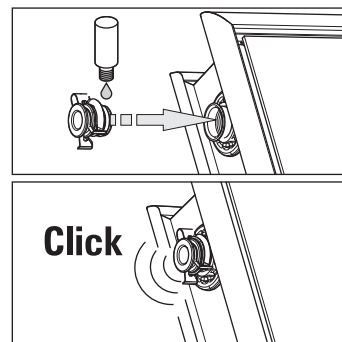

Bild 3-40 Arbeitsschritt 18
18. O-Ringe der Endstopfen mit Gleitmittel schmieren. Endstopfen in die noch offenen Kollektor-Anschlussrohre einstecken, bis die Halteklammern einrasten. (Bild 3-40).